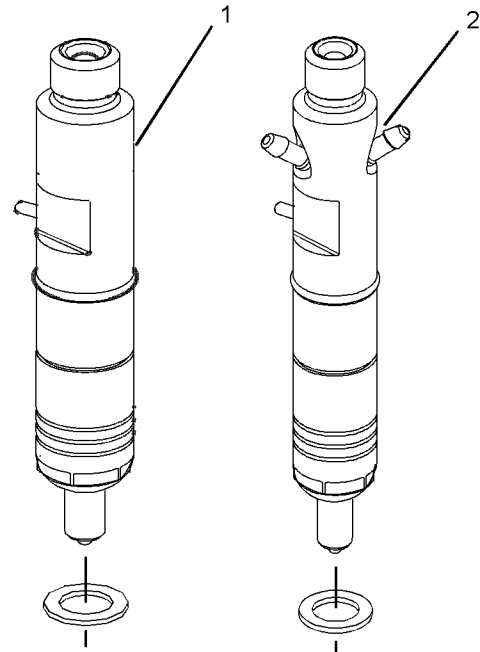

Abbildung 47
Das Kraftstoffeinspritzelement (1) in der Abbildung 47 hat keinen Kraftstoff-Rücklauf. Das Kraftstoffeinspritzelement (2) weist einen Kraftstoff-Rücklauf auf.